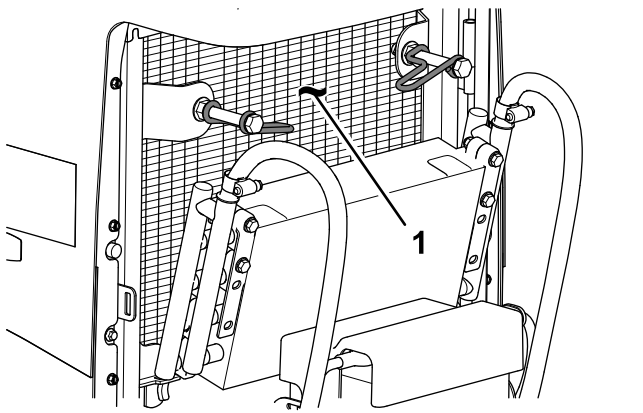

Figure 112
8. Nettoyez soigneusement les deux côtés du refroidisseur d'huile et du radiateur (Figure 112) à l'air comprimé.